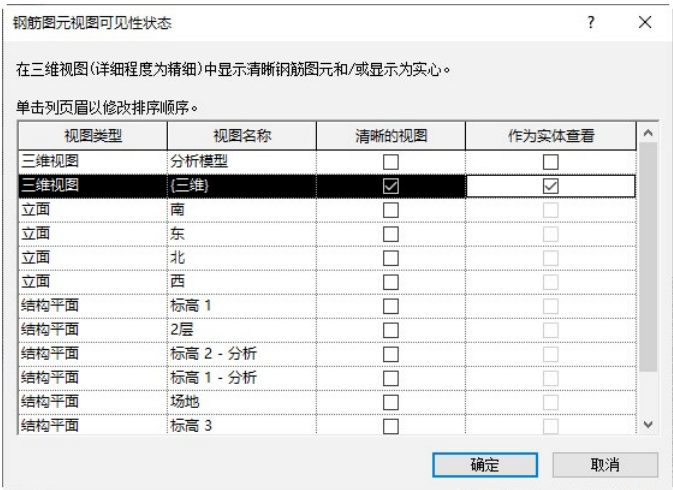

图 13-82 “钢筋图元视图可见性状态”对话框
(6) 在“属性”选项板的“视图可见性状态”栏中单击“编辑”按钮，打开“钢筋图元视图可见性状态”对话框，在“三维视图”栏中勾选“清晰的视图”和“作为实体查看”，如图 13-82 所示，单击“确定”按钮。